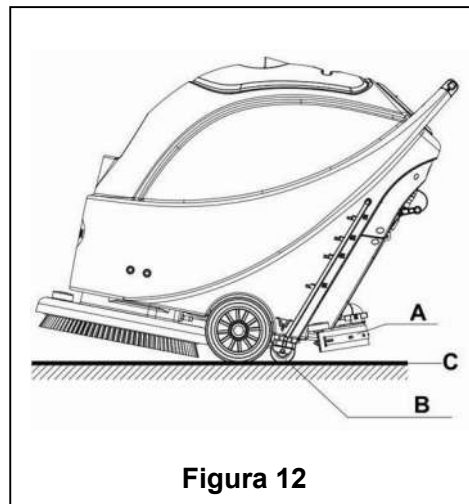

Figura 12
8. Suelte el interruptor de seguridad (1) para apagar el cepillo / panel de la almohadilla y la válvula solenoide.
9. Presione el interruptor de la Bomba de Aspiración (42) en posición "O" y la Bomba se demorará 5 segundos antes de dejar de funcionar.
10. Presione el interruptor de ajuste del volumen de flujo de agua (44) en posición "O" para detener completamente el funcionamiento de la válvula solenoide.
11. Presione el interruptor de encendido (41) en posición "O".
12. Use la palanca de elevación de la escobilla de goma (14) para levantarla.
13. Sujete el manillar (2) e incline levemente la máquina hacia atrás hasta que la rueda de guía toque el suelo. Véase la **Figura 12**.